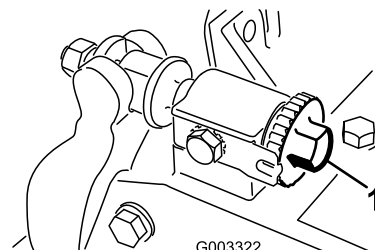
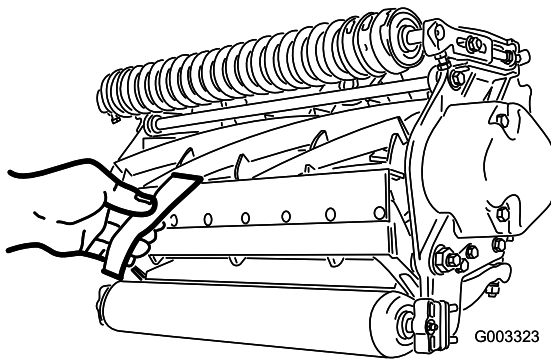

図 11
図 12
1. ユニットを水平で平らな作業台の上に置く。ベッド・バー調整ネジ（図 11）を左に回して、リールと下刃の接触を完全になくす。
**重要** ユニット左右についているベッドバー調整ネジのナットが床に当たっていないことを確認する（図 11）。
3. リール前面の左右いずれかの端を選び、リールと下刃の間に新聞紙片を差し入れる（図 12）。リールをゆっくり前回転させながら下刃調整ネジ（図 11）を締め（新聞紙を入れた側の調整ネジを、1 目盛りずつゆっくりと）、新聞紙を前から（ベッドナイフの上面に平行に）入れると軽く挟まれる程度に調整する。新聞紙を引き抜くのに軽い力が必要な程度でよい。
5. 両側の調整ができたら最終確認を行う：紙片をリールの前から差し込んだ時にははさむだけ、下から差し込むと切れるのが正しい調整である（図 12）。リールと下刃のぐくわずかの接触で紙が切れなければいけない。接触を強くしないと切れない（リールが新聞紙を強く挟み込まないと切れない）場合には、鋭利な刃先を取り戻して精密なカットができるようにバックラップか研磨を行うことが必要である（Toro リール・モアとロータリー・モアのための研磨マニュアル Form No. 80-300PT を参照）。